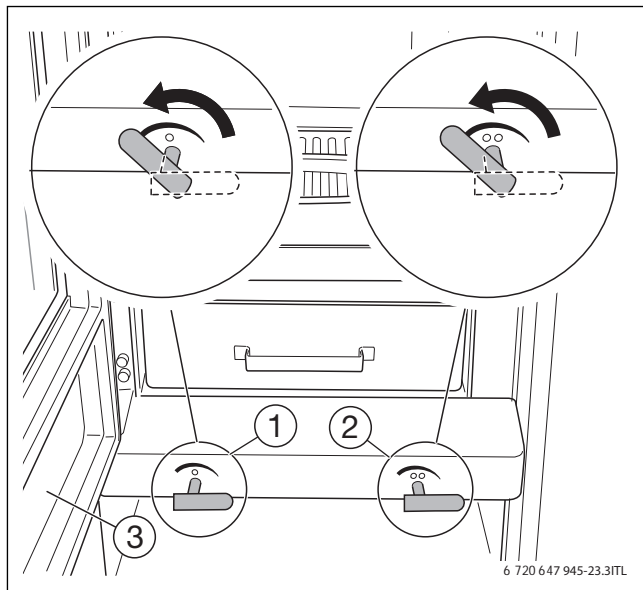

Fig. 17 Primärluft- und Sekundärluftschieber
- ▶ Primärluftschieber und Sekundärluftschieber zum Schließen ganz nach rechts drehen (→ Bild 17, Seite 21).